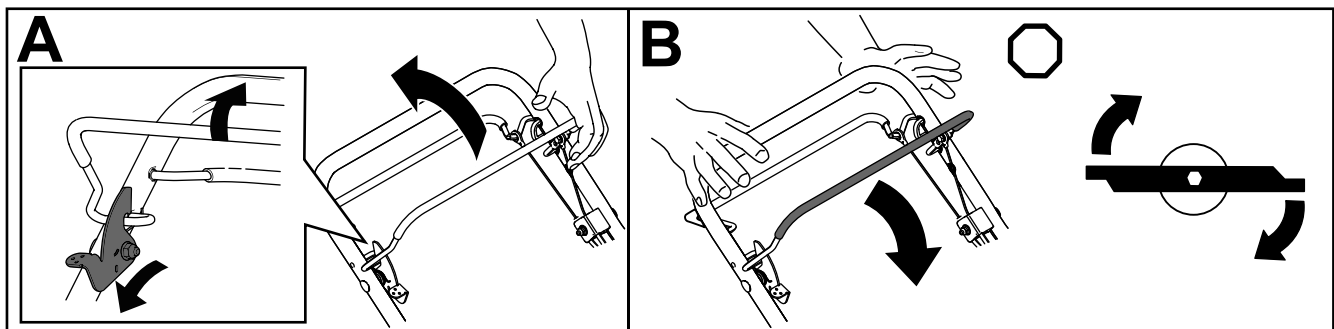

Figura 19
1. Empuje la palanca de bloqueo de la barra de control de las cuchillas hacia adelante para liberar la barra de control de las cuchillas (Figura 19, A).
2. Tire de la barra de control de las cuchillas hacia el manillar y suelte la palanca de bloqueo de la barra de control de las cuchillas; las cuchillas deben engranarse (Figura 19, A).
3. Suelte la barra de control de las cuchillas para desengranar las cuchillas (Figura 19, B). La palanca de bloqueo del control de la cuchilla vuelve a su sitio inicial para bloquear la barra de control de la cuchilla.